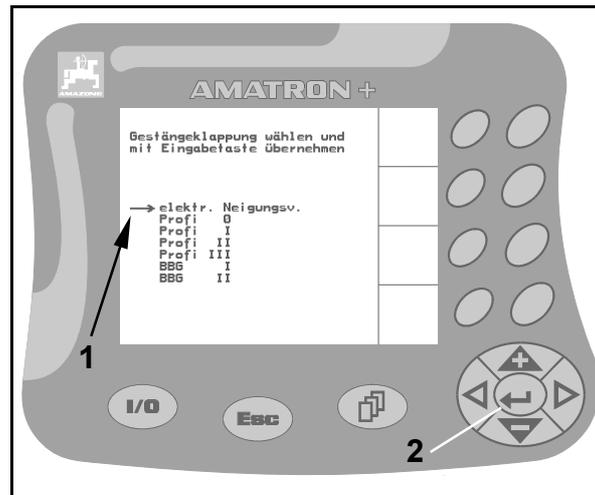

Fig. 16
1. Posicione la flecha de selección (Fig. 16/1) con ayuda de las teclas  o .
2. Oprima la tecla  (Fig. 16/2), para aceptar la opción elegida en el **AMATRON+**.